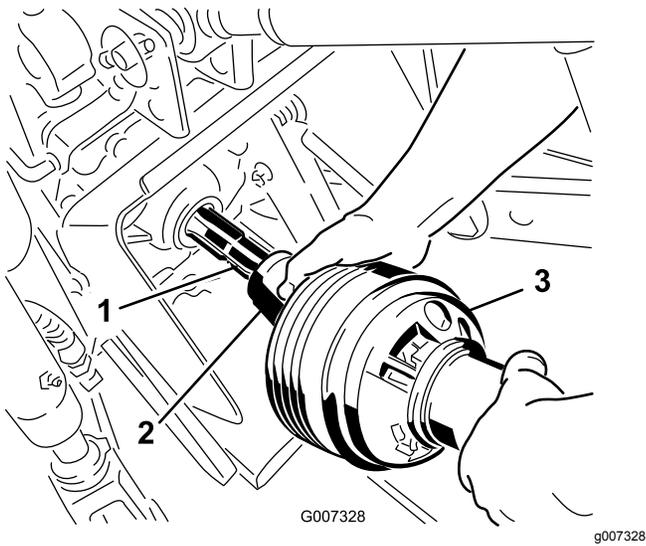

Bild 24
- Schließen Sie die Zapfwelle an der Zapfwelle der Zugmaschine an (Bild 24).